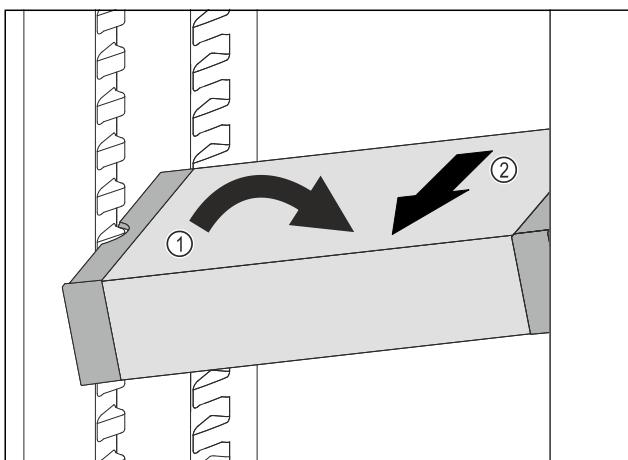

Fig. 103
- Встановити VarioSafe під кутом в охолоджувальному відділенні. Fig. 103 (1)
- Витягнути VarioSafe вперед. Fig. 103 (2)